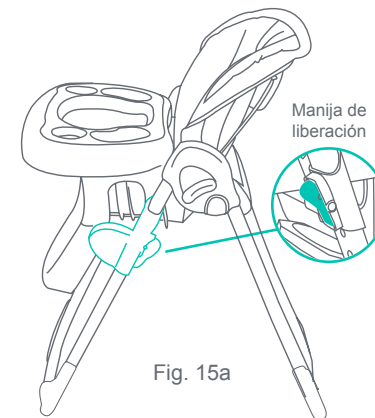
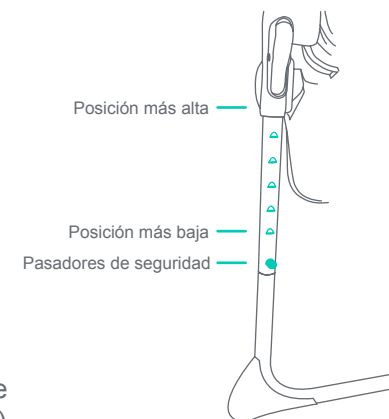

Fig. 15a
Fig. 15b
- 15) • Apriete izquierda y derecha las Manijas de liberación simultáneamente y empuje el tubo por los Ajustador Altura (Fig. 15a) y coloque en la posición que desee (Fig. 15b).